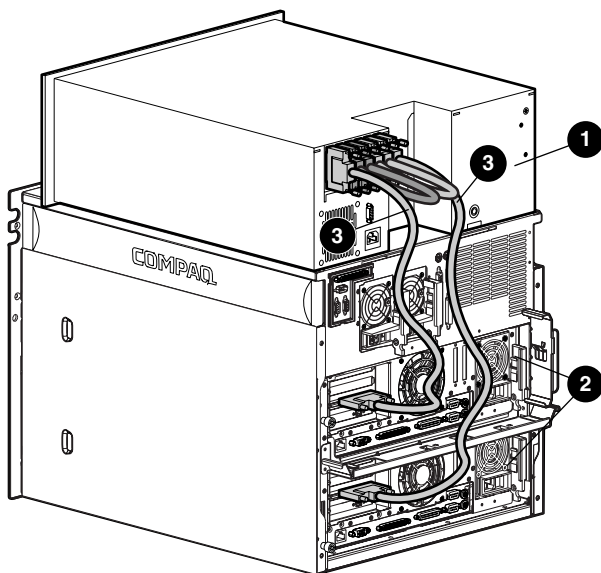

Figura 2. Collegamento dei cavi ai server
3. Collegare i cavi a ogni nodo server come mostrato nella Figura 2.
1. Collegare i cavi ai controller Compaq Wide-Ultra2 SCSI a 64 bit a canale doppio esistenti (vedere l'esempio della Figura 2).
NOTA: La configurazione in uso potrebbe avere un aspetto leggermente diverso da quella mostrata nell'esempio della Figura 2.